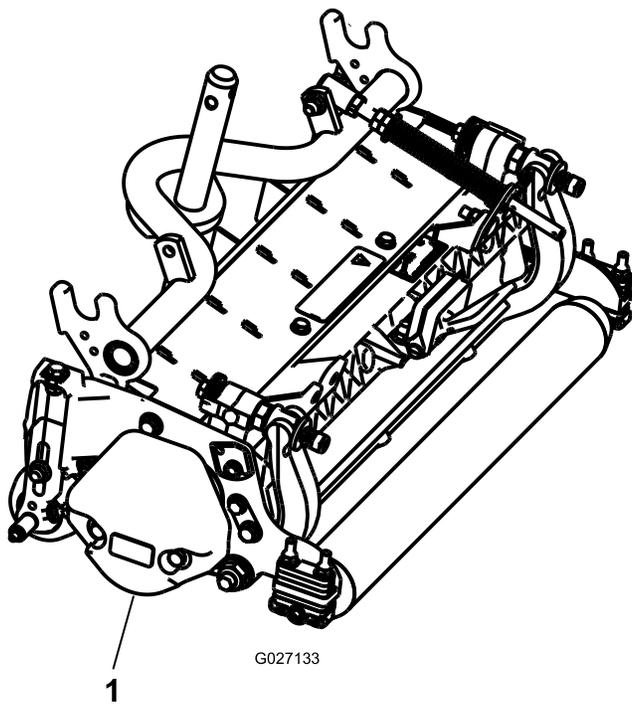

Figura 7
3. Certifique-se de que o contrapeso (Figura 7) está instalado na extremidade adequada da unidade de corte conforme descrito no *Manual do utilizador* da unidade de corte.